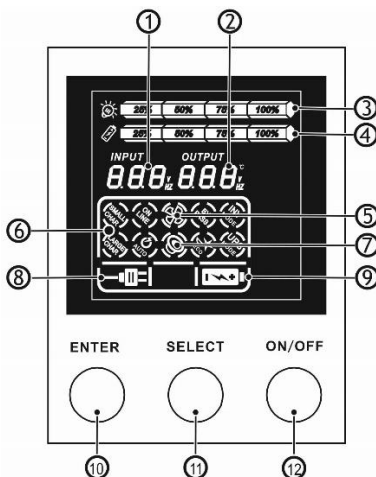

Рисунок 1 – Дисплей и панель управления изделия.
**Изделие выполнено** в металлическом корпусе с пластиковой передней панелью, на которой расположены: кнопка включения/выключения, кнопка выбора, кнопка подтверждения выбора и ЖК—дисплей (см. рисунок 1 и приложение 3).